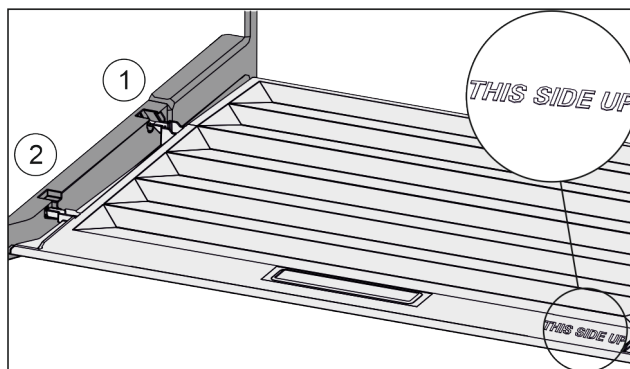

Fig. 44
- ▶ Robova predala vstavite nad odprtino zadnjega držala Fig. 44 (1), spredaj pa ju zataknete v držalo Fig. 44 (2).